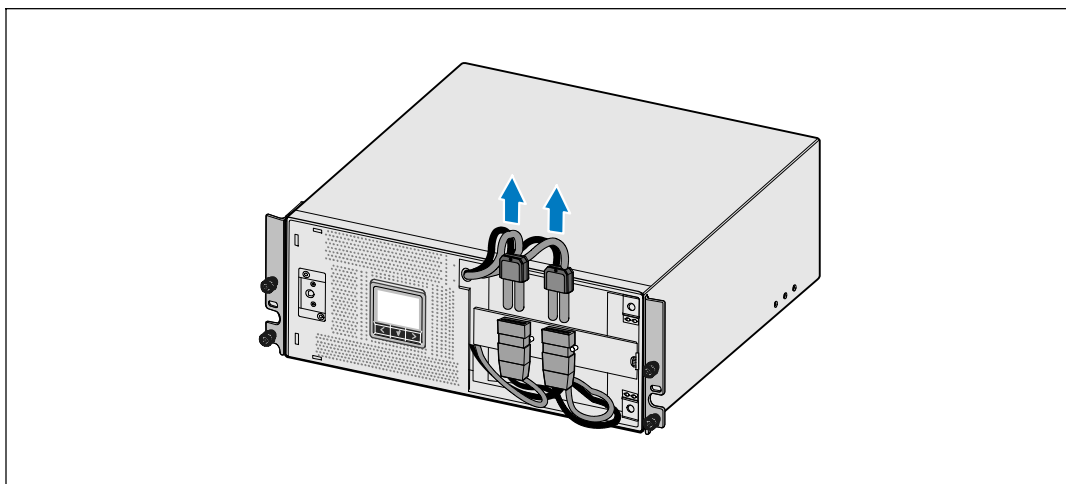

図 28. 内蔵バッテリーのコンネクタの取り外し方法
- 4 内蔵バッテリーのコンネクタを外します（図 28を参照）。